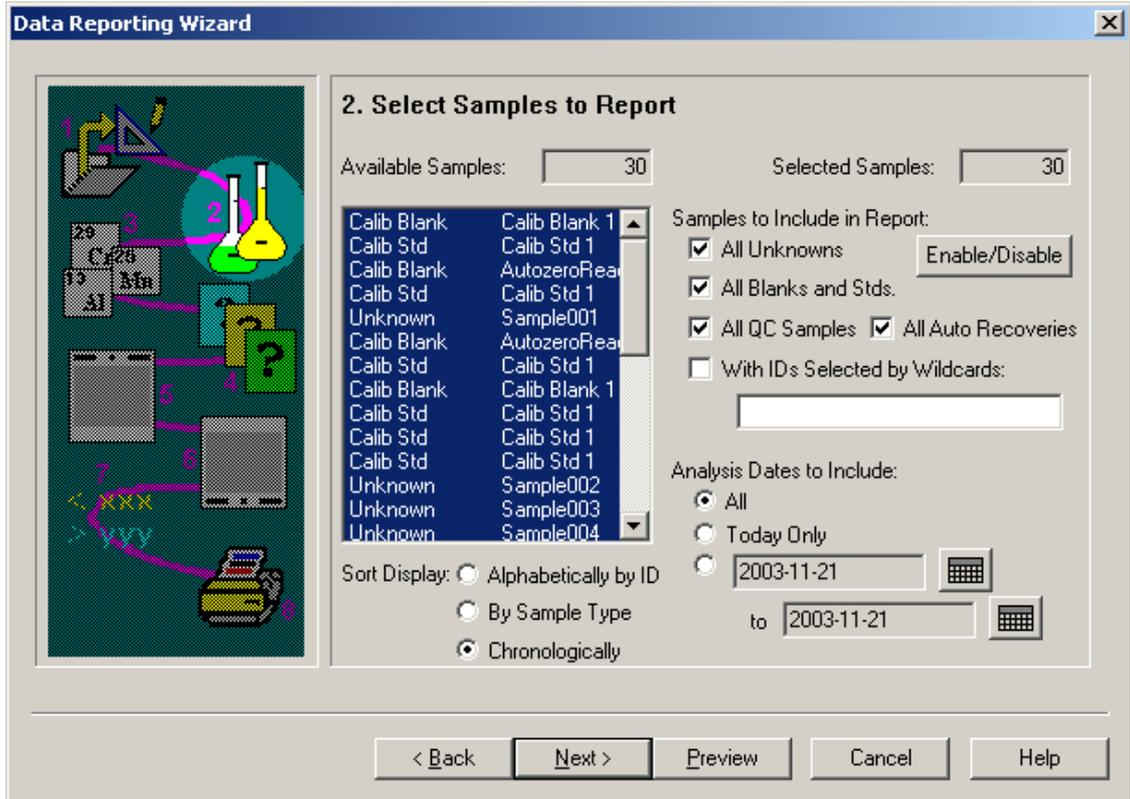
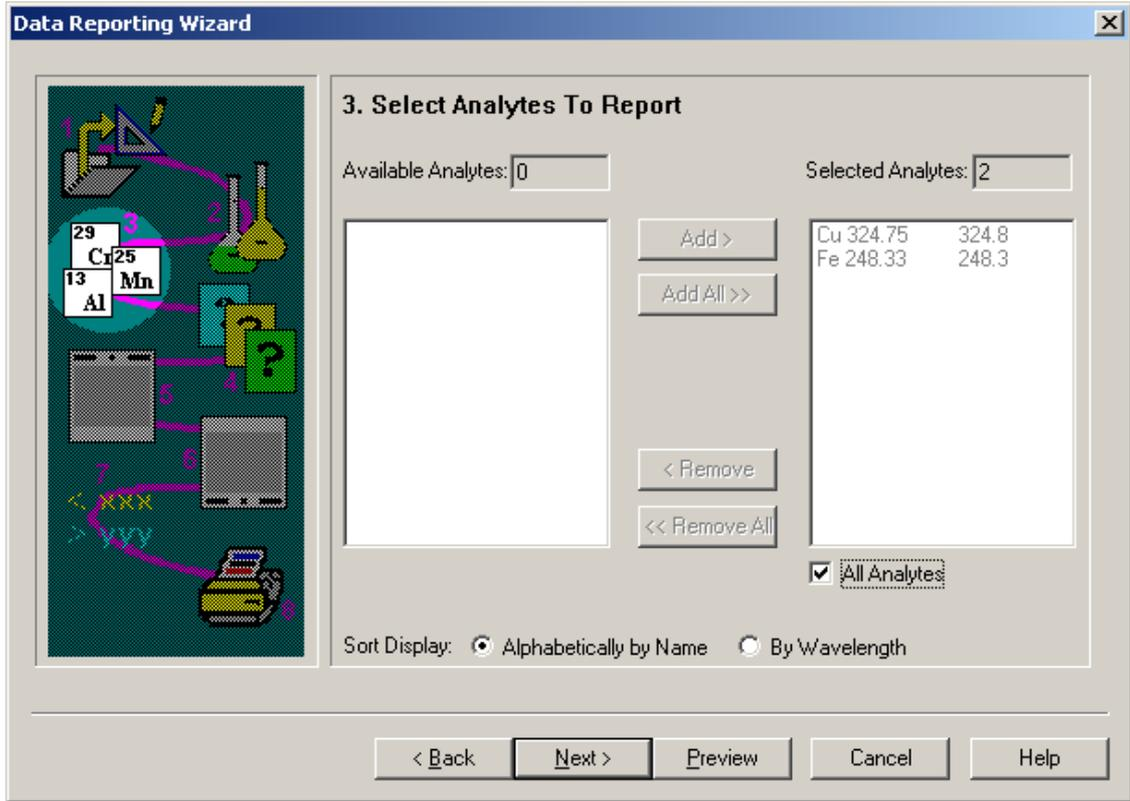

图 49. 选择需要列入报告中的样品
图 50. 欲列入分析报告中的分析元素选择画面
3.1.3 如欲使用早先已经设计好的报告格式, 可选击“Use Existing Design”, 然后点击“Browse”, 从随后出现在屏幕的列表中选择合适的报告格式进行预览, 打印. 如需创建新的格式, 可点击“Create New Design”, 此时屏幕上出现画面如图 49:
3.1.4 在图 49 中,用户可以选择报告中要显示的只是未知样品的测试结果,还是也要列出空白溶液和标准溶液的吸光度,或者还包括质控样品和做自动回收率测试的样品的数据.用户还可选择哪一天或哪一时间段测定的样品数据将被列入报告.而样品数据按照什么规则进行排列则由用户通过“Sort Display”加以选择.在这些项目选择完毕后,点击“Next”,屏幕上出现画面如下图 50: